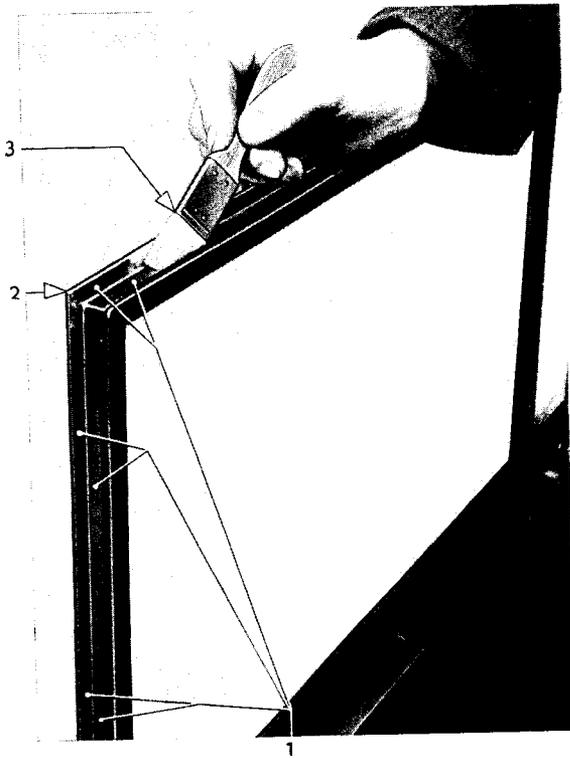

Bild 58 - Türklebeflächen mit Gummikleber bestreichen
10. Gummikleber L 002 407/4 auf die Türklebeflächen gleichmäßig dünn auftragen. Für die Lage der Klebeflächen an der Tür vgl. auch Bild 58 bis 60.